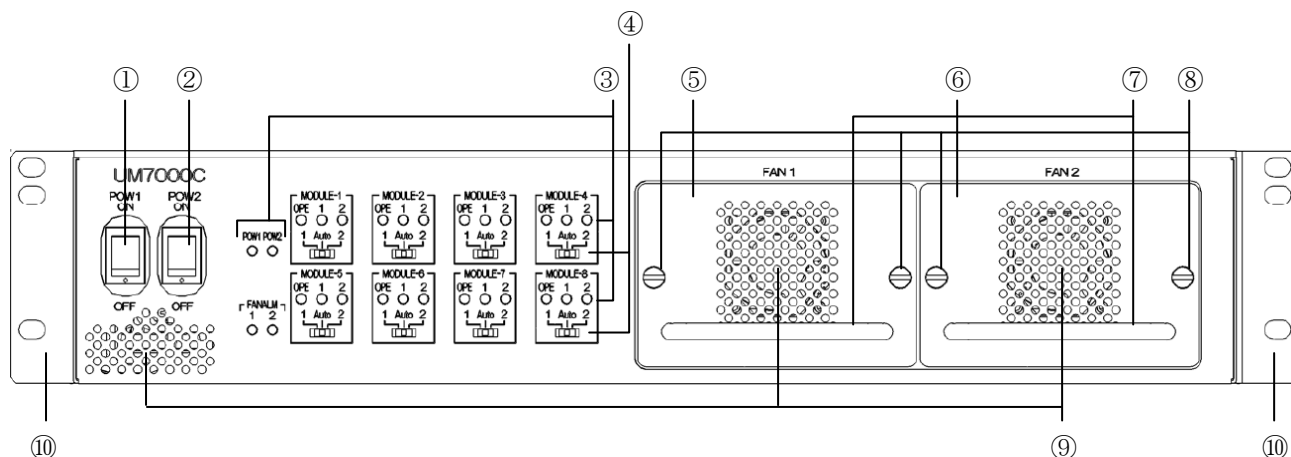
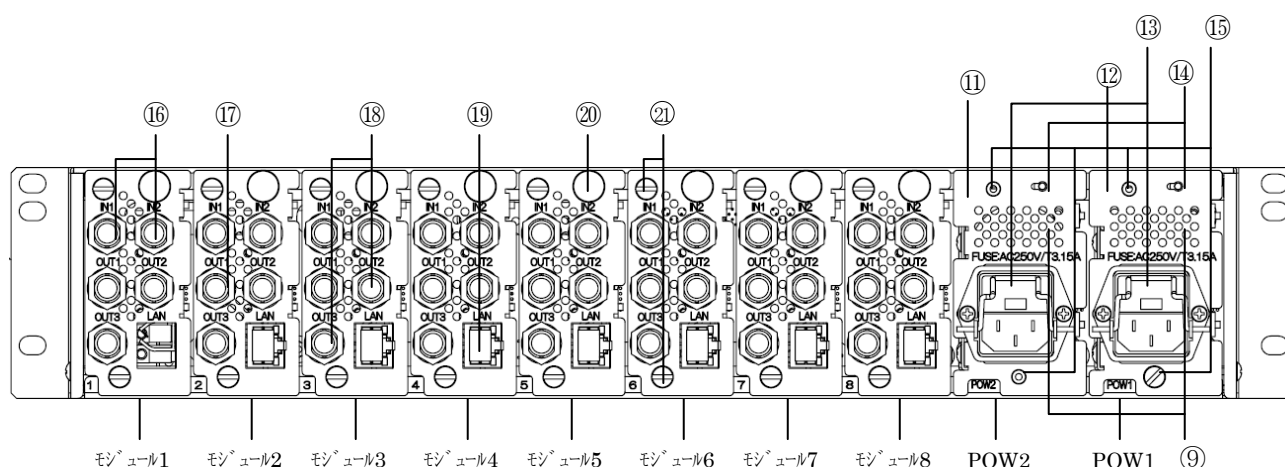

図 3-1 エンクロージャ前面
図 3-2 エンクロージャ背面
エンクロージャ前面図を図 3-1、各部の名称と機能を表 3-1に示します。
エンクロージャ背面図を図 3-2、各部の名称と機能を表 3-2に示します。
エンクロージャには冷却のための空冷ファンの吸排気口(図 3-1 ⑨、図 3-2 ⑨)があります。
装置前面の左右のラック取付用パネル(図 3-1 ⑩)だけでラックに固定しようとすると、本装置の荷重に耐えられず、装置が破損・変形するおそれがあります。
- (1) エンクロージャ背面から切替モジュールを挿入し、切替モジュールの背面パネルとエンクロージャの背面パネルの面の位置が合うところまで、まっすぐに押し込みます。
- (2) モジュール取付けネジ(図 3-2 ㊸)を指でしっかり締めて固定してください。
- (1) 交換対象の電源ユニットのスイッチ(図 3-1 ①、図 3-1 ②)をOFFにし、電源ケーブルを取り外します。
- (2) 電源ユニット取付ネジ(図 3-2 ⑮)をゆるめ、取付ネジに遊びが出るようになったら、電源ユニット取外し用取手(図 3-2 ⑭)を持ち、ゆっくりと手前方向に引いて取り外してください。
- (3) 新しく実装する電源ユニットを挿入し、電源ユニットの前面パネルの位置と本体の前面パネルとの面が合うところまでゆっくりと押し込んでください。
- (4) 電源ユニット取付ネジ(図 3-2 ⑮)を指でしっかり締めて固定してください。
- (1) 交換対象のファンユニット取付けネジ(図 3-1 ⑧)をゆるめ、取付ネジに遊びが出るようになったら、ファンユニット取外し用取手(図 3-1 ⑦)を持ち、ゆっくりと手前方向に引いて取り外してください。
- (2) 新しく実装するファンユニットを挿入し、ファンユニットの前面パネルの位置と本体の前面パネルとの面が合うところまでゆっくりと押し込んでください。
- (3) ファンユニット取付けネジ(図 3-1 ⑧)を指でしっかり締めて固定してください。
- (1) 交換する切替モジュールに接続されているRFケーブルおよびLANケーブルを取り外します。
- (2) モジュール取付けネジ（図 3-2 ㉑）をゆるめ、取付ネジに遊びが出るようになったら、モジュール取外し用取手（図 3-2 ㉒）を持ち、ゆっくりと手前に引いて取り外して下さい。
- (3) 新しく実装する切替モジュールを本体の背面から挿入し、切替モジュールの背面パネルと本体の背面パネルの面の位置が合うところまで、まっすぐに押し込みます。
- (4) モジュール取付けネジ（図 3-2 ㉑）を指でしっかり締めて固定してください。
- (1) 交換する電源の電源スイッチ(図 3-1 ①または図 3-1 ②)をOFFします。
- (2) 交換する電源の電源ケーブルを電源インレットからはずします。
- (3) 電源端子の下にあるヒューズホルダーを取り外します。
- (4) ヒューズホルダーにヒューズが挿入されていますので、新しいヒューズと交換してください。
- (5) ヒューズホルダーを元の場所に取り付けます。
- (6) 電源ケーブルを電源インレットに接続します。
- (7) 電源ユニットの電源をONにし、状態表示LED(POW1、またはPOW2)が緑点灯することを確認してください。